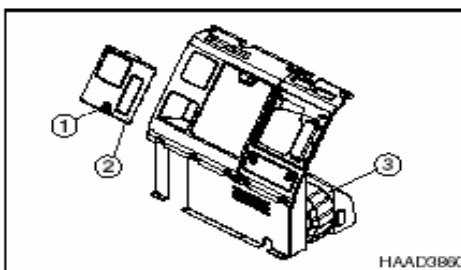

Figura 56
1. Gire el cilindro de chaveta (1, Figura 56) para abrir la cubierta (2, Figura 56) detrás del asiento del operador.
3. Retire la cubierta (2, Figura 56) de la caja posterior.
4. Retire la cubierta del filtro (3, Figura 56) de la unidad del aire acondicionado.